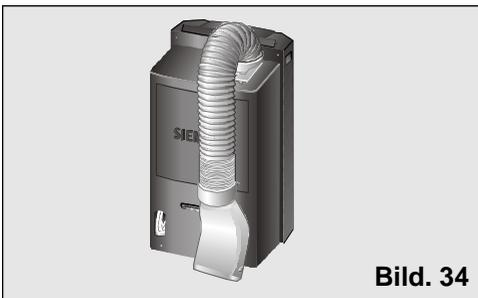

Bild. 34
- För att göra detta böjer Du röret mot apparatens baksida och fäster det vid apparaten med den speciella hållare som finns på luftspidaren, **Bild 34** och **35**.